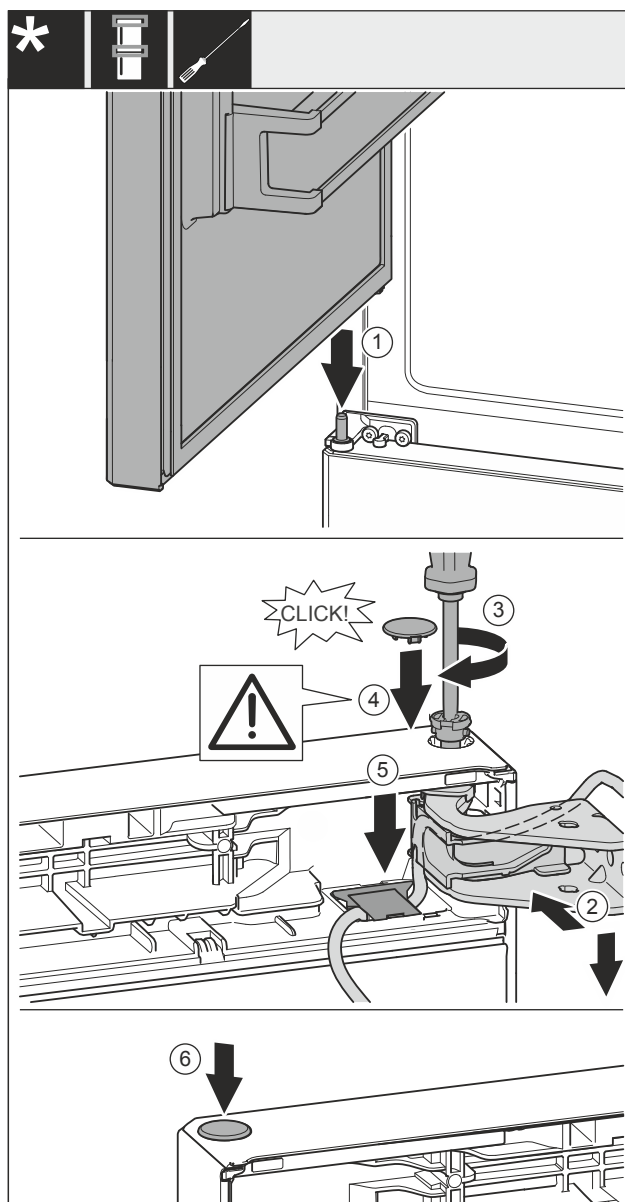

Fig. 55
- Horní dveře usad'te na prostředním ložiskovém čepu Fig. 55 (1).
- Dveře nahoře vyrovnejte s otvorem ve stojanu ložiska Fig. 55 (2).
- Vložte čep Fig. 55 (3) a pevně jej utáhněte šroubovákem.
- Nasad'te kryt Fig. 55 (4).
- Zkontrolujte, zda kryt Fig. 55 (4) doléhá na dveře.
- Vložte kryt Fig. 55 (5) a zatlačte jej směrem dolů, dokud nezacvakne.
- Nasad'te kryt Fig. 55 (6).